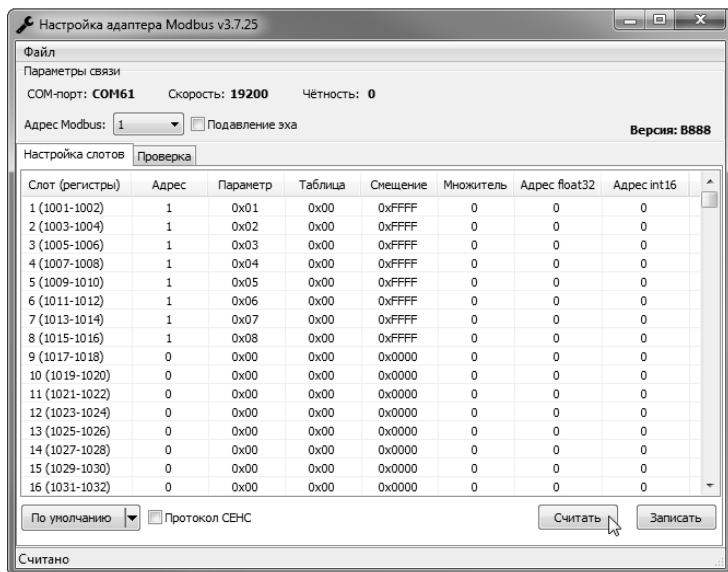

Рисунок 9 – Окно утилиты «Настройка адаптера Modbus»
3.5.5.4 Для проверки связи с адаптером нажать кнопку «Считать». При этом адаптер должен быть включен в режиме обмена по протоколу «Modbus RTU». После нажатия кнопки «Считать» программа считывает значения регистров адаптера. При этом будет выдано сообщение «Считано» в строке состояния программы (рисунок 9). Если значения регистров не считаны (адаптер не найден), то необходимо:
3.5.6.1 При нажатии кнопки «Считать» программа считывает текущие настройки всех слотов опроса адаптера (рисунок 9). Запись в память адаптера считанных и измененных настроек всех слотов опроса производится с помощью кнопки «Записать».